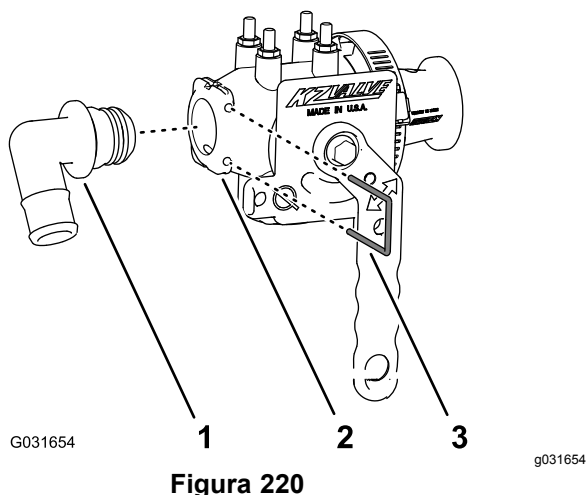

Figura 220
1. Allineate il raccordo dentellato a 90° (N. cat. Toro 131-3727) alla valvola di intercettazione del fluido (N. cat. Toro 130-7324), come illustrato nella Figura 220 e inserite il raccordo dentellato nella valvola fino a quando non è completamente in sede.